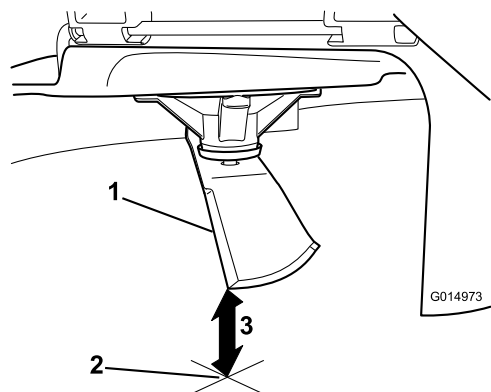

**Figura 74**
5. Mida desde la punta de la cuchilla hasta la superficie plana (**Figura 74**).